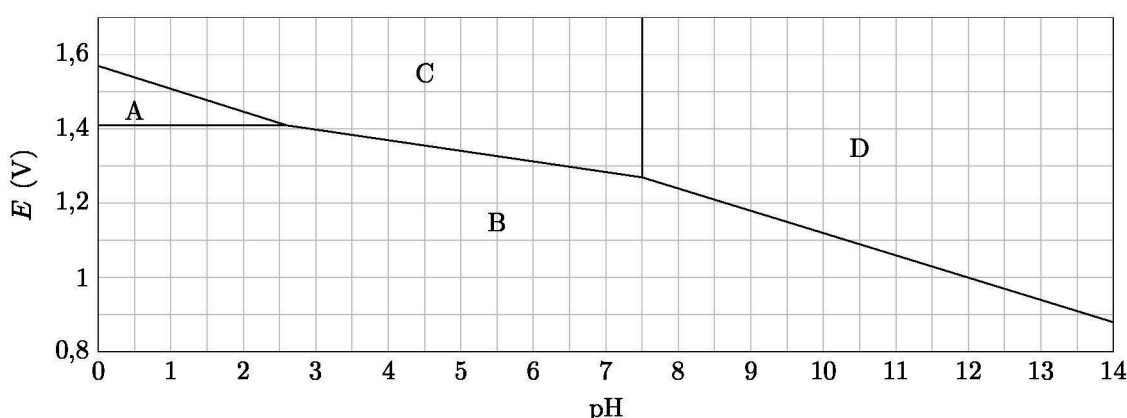

Figure 3 Diagramme E-pH de l'élément chlore
I.B.7) Justifier l'affirmation selon laquelle il ne faut pas que les ions hydroxydes OH⁻ « rencontrent » le dichlore Cl₂, après avoir attribué à chaque espèce chimique de l'élément chlore un domaine A, B, C ou D du diagramme E-pH de l'élément chlore (figure 3).